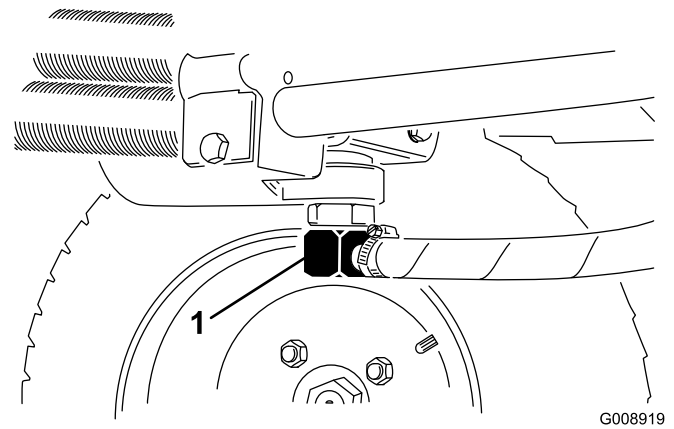
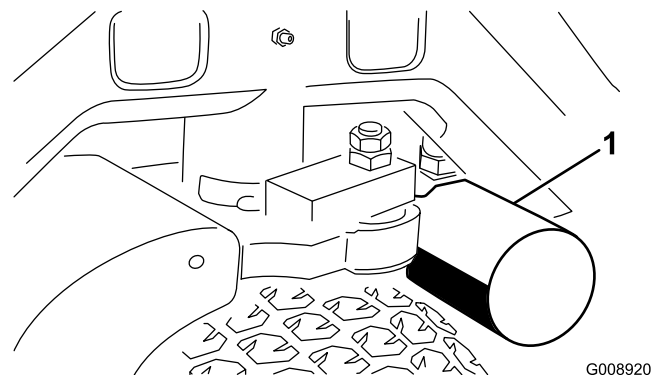

Рисунок 72
Рисунок 73
2. Отсоедините гидравлическую линию (Рисунок 72) или снимите гидравлический фильтр (Рисунок 73) и дайте гидравлической жидкости стечь в сливной поддон.
4. Поместите поддон под фильтр (Рисунок 73), а затем снимите фильтр.